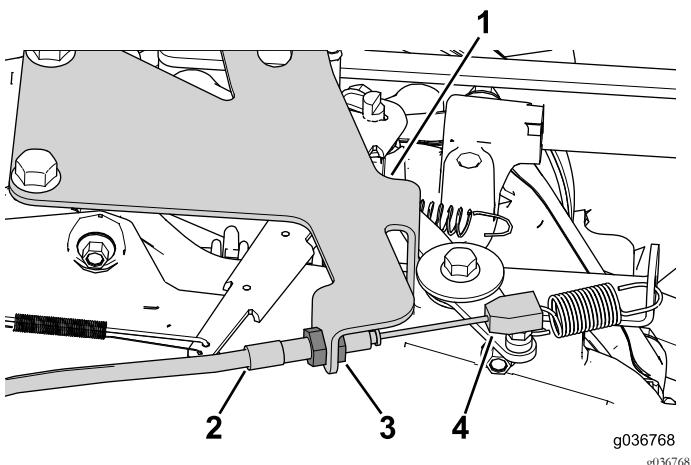

Figura 33
1. Utilice las contratueras del cable para ajustar y sujetar el cable al soporte (Figura 33).